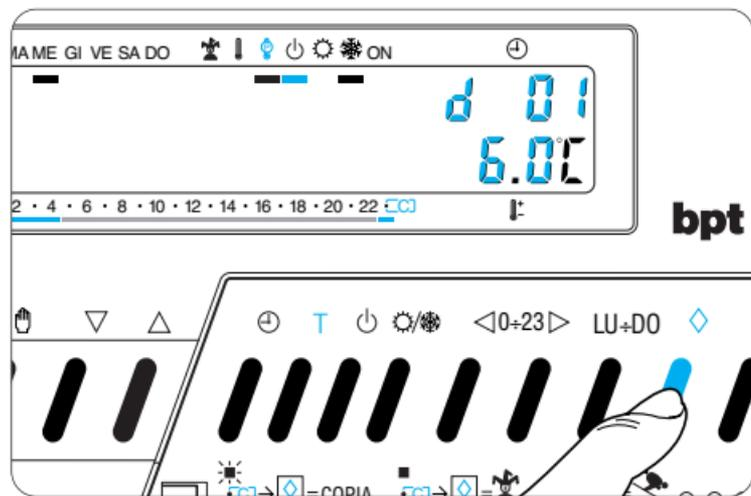

Fig. 62
**16.5 -** Premere due volte il pulsante  (fig. 62). Sul display, al posto dell'indicazione dell'ora corrente, compare la scritta **d01**.